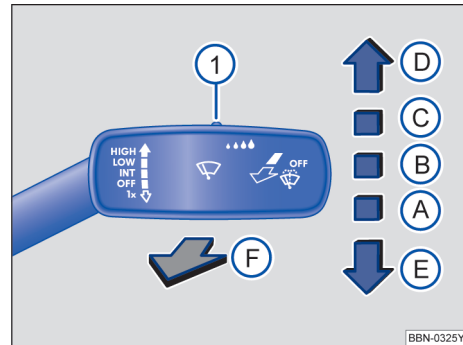

图 71 操作车窗玻璃刮水器
- ① **...** 使用开关→图 71 ① 调节雨量传感器的灵敏度。